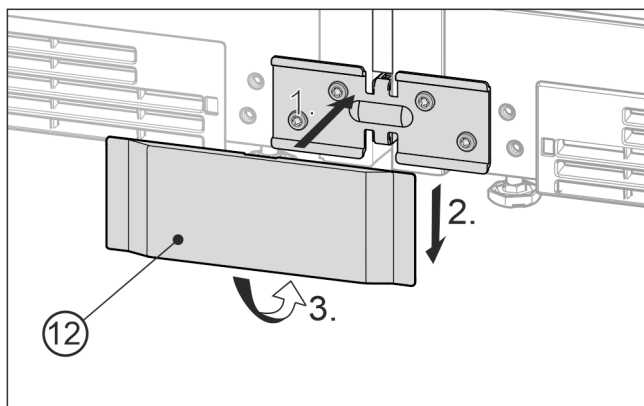

Fig. 24 Примерно изображение
- Поставете долния капак Fig. 24 (12) отпред върху ъгъла Fig. 24 (1), плъзнете надолу Fig. 24 (2) и го фиксирайте отдолу Fig. 24 (3).